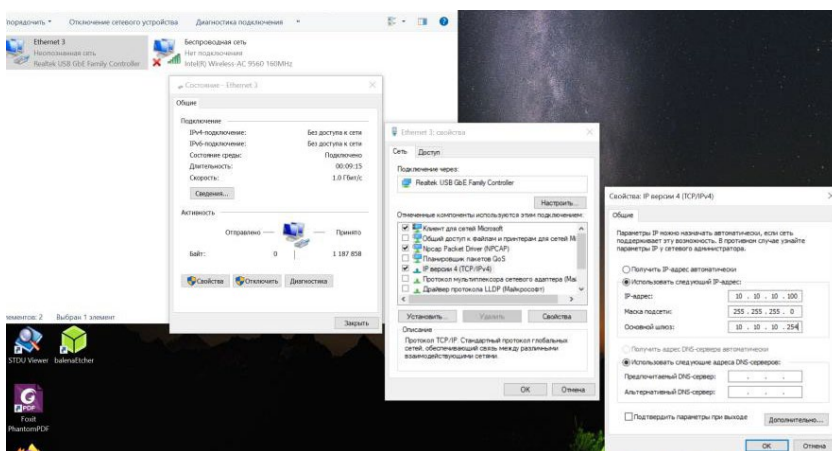

Рисунок 6 – Сетевые настройки ПК
- 2) Установить на ПК следующие сетевые настройки (Рисунок 6):